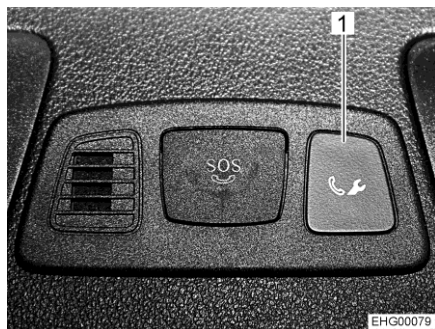
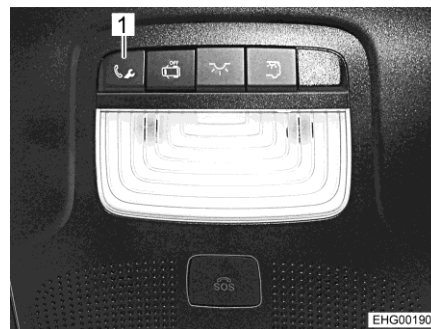

Fig. 10 Touche de demande de dépannage (console centrale)
Fig. 11 Touche de demande de dépannage (console du toit)
- Appuyer sur la touche (Fig. 10,1 ou Fig. 11,1) de demande de dépannage. Un appel du centre clients Mercedes-Benz est déclenché.